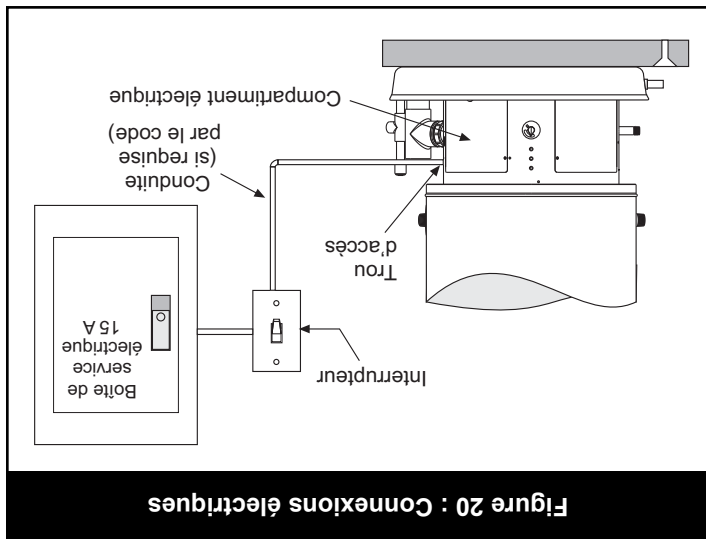

Figure 20 : Connexions électriques
6. Une fois les connexions électriques faites, remplir entièrement le réservoir d'eau et s'assurer qu'il n'y a pas de fuite dans les connexions. Ouvrir le robinet d'eau chaude le plus proche et le laisser couler pendant 3 minutes pour purger les conduites d'eau de tout excédent d'air et veiller à ce que le réservoir soit rempli au complet. L'appareil peut ensuite être mis sous tension. Voir Figure 20 pour l'installation complète.